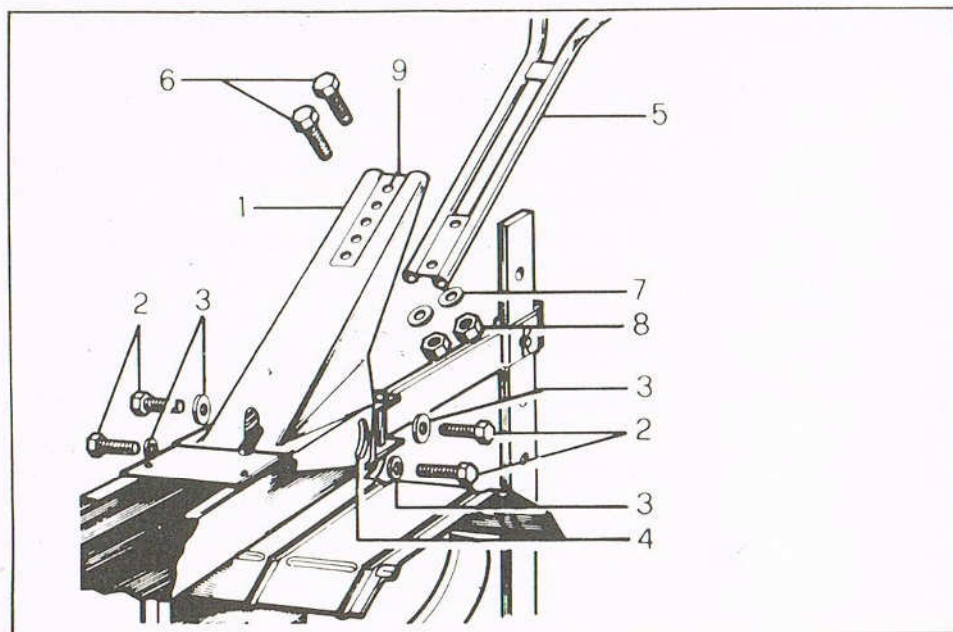

Fig. 5
Montare il supporto (fig. 5, part. 1) sulla motozappa tramite le quattro viti (2) e rispettive rondelle (3).
**Attenzione** — Le rondelle con diametro maggiore devono essere montate in corrispondenza delle asole (4).
Secure support (1, fig. 5) to motor-hoe through the four screws (2) and washers (3).
**Attention** — Larger diameter washers are to be fitted to match slots (4).
Adapter le support (1, fig. 5) à la motohoue au moyen des quatre vis (2) et des rondelles (3) respectives.
**Attention** — Les rondelles de diamètre supérieur sont à monter à proximité des œillets (4).
Die Stütze (Bild 5, Detail 1) mit der Motorhacke durch die vier Schrauben (2) und Scheiben (3) befestigen.
**Achtung** — Die Scheiben mit grösserem Durchmesser müssen im Bereich der Längslöcher (4) angebracht werden.